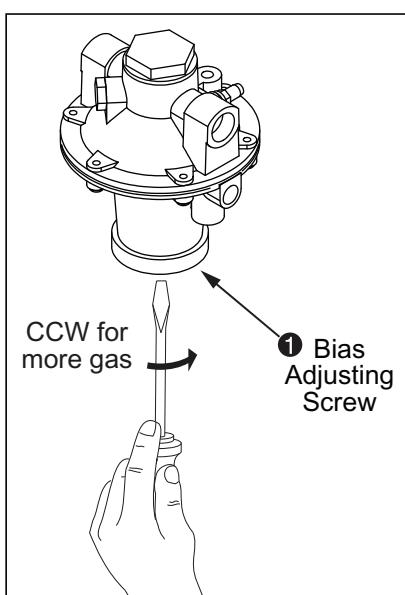

图 4.20. 比例调节器
4. 如果有必要，请按图 4.20 所示要求调整比例调节阀的偏压螺钉，以获得适当的低火火焰。如果无法观察到火焰，请调整偏压螺钉，使燃气流量变得最小，以产生稳定的火焰检测器信号，且让信号有足够的强度。